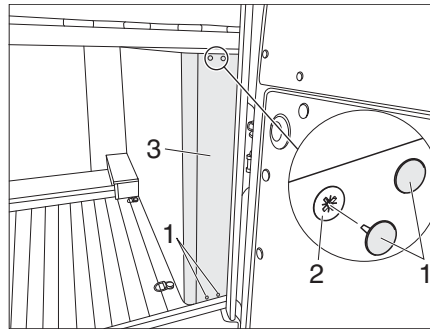

Fig. 138 Mascherina nella parte posteriore del veicolo
Per poter accedere alle luci posteriori destre del veicolo si deve sbloccare la mascherina (Fig. 138,3).
- Togliere i quattro tappi di copertura delle viti (Fig. 138,1).
- Svitare le quattro viti a testa con intaglio a croce (Fig. 138,2).
- Togliere la mascherina (Fig. 138,3). Ora si può accedere alle luci del veicolo.